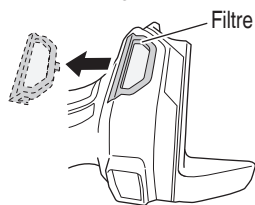

Fig. 19
- Si la maille est bouchée et que les débris ou la poussière ne peuvent pas être retirés, détachez le filtre et nettoyez-le avec un pistolet pneumatique ou autre (Fig. 19).